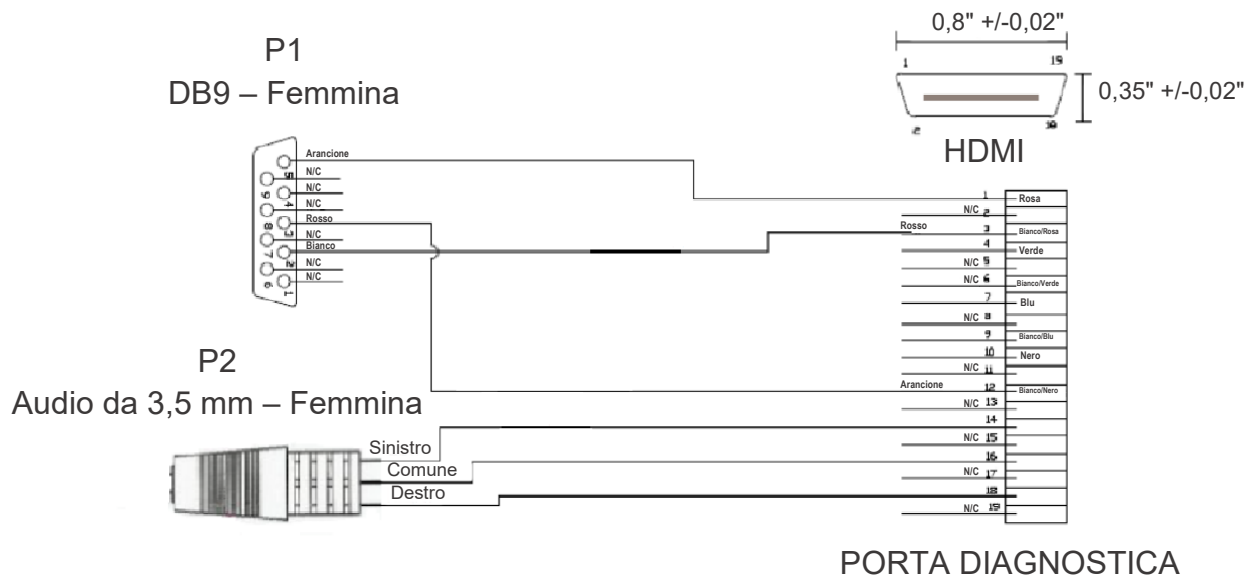

Figura 1. Cavo di comunicazione chiamata infermiere / EMR
Il Nurse Call / EMR Communication Cable (Codice prodotto 3100897) contiene un jack stereo audio a 3 pin da 3,5 mm (vedi P2 nella Figura 1) per indicare una condizione di allarme in un sistema di chiamata infermiere ospedaliero, e un jack femmina per dati DB9 per l'interfaccia con tecnologie compatibili con i dati sanitari elettronici (Electronic Medical Record, EMR).
Il jack stereo da 3,5 mm del cavo supporta connessioni "Normalmente aperte" e/o "Normalmente chiuse" del sistema di Chiamata Infermiere. I segnali sui contatti a 3 connettori sono (vedi P2 nella Figura 1 e nella Figura 1A):
4.1 Figura 1. Diagramma Chiamata Infermiere ed EMR
Il Precision Flow[®] Hi-VNI presenta un connettore stile HDMI sul retro dell'unità. Il cavo VapoTherm **Nurse Call / EMR Communication Cable (Codice prodotto 3100897)** è dotato di un connettore HDMI su una estremità e di un connettore femmina DB9 RS-232 sull'altra. Questo cavo può essere usato per collegare il Precision Flow Hi-VNI ad una porta RS-232 standard su un sistema EMR. La piedinatura di questo cavo è mostrata nella Figura 1.
Rimuovere la spina in silicone nel coperchio del sensore dell'ossigeno sul retro del Precision Flow[®] Hi-VNI e inserire il connettore HDMI del 3100897 nella porta HDMI del Precision Flow[®] Hi-VNI. Collegare l'altra estremità del cavo adeguatamente terminato al sistema EMR ospedaliero. Consultare la figura 1 per i diagrammi di circuito e i riferimenti schematici.